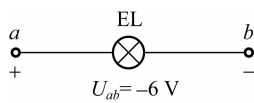

图 1-23 填空题(7)图
- (1)一个实际的电源可以用_____来表示,也可用_____来表示。
- (2)电感元件不消耗能量,它是储存_____能量的元件。
- (3)电容元件不消耗能量,它是储存_____能量的元件。
- (4)_____是衡量非电场力做功能力的物理量。
- (5)电压和电流的参考方向一致,称为_____方向。
- (6)电压和电流的参考方向相反,称为_____方向。
- (7)如图 1-23 所示电路所标的参考方向,则灯泡 EL 电流的实际方向是从_____端流向_____端。